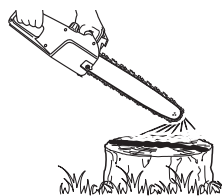

Fig. 15
1. Le chaîne (6) et la guide-chaîne (7) doivent impérativement être bien en place au moment du contrôle de graissage.
2. Lancez le moteur, laissez-le tourner à vitesse moyenne et vérifiez que l'huile de chaîne est libérée comme sur l'illustration ci-contre (Fig. 15).